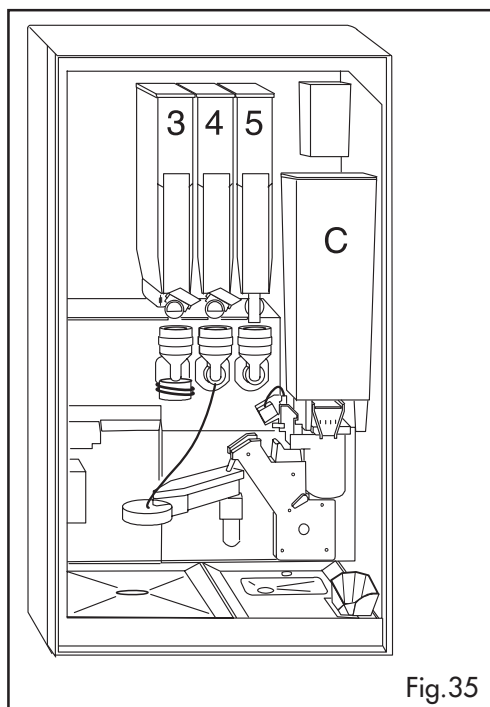

Fig.35
De drankenautomaat "D.A. 10 STANDARD" biedt de mogelijkheid zoals het model "PLUS" dranken te maken zowel met instant-producten als koffiebonen. Er kunnen echter slechts drie soorten instant-producten gebruikt worden in plaats van de vijf soorten die bij het model "PLUS" toegepast kunnen worden. De bakken 1 en 2 zijn niet aanwezig en de bakken ref. 3-4-5-C (fig. 35) blijven bruikbaar.
- Als u de voorkeuzetoets "DECA" ref. 6 (fig. 23) wilt gebruiken om cafeïnevrije koffie te krijgen moet u het instant-product van de cafeïnevrije koffie in de bak ref. 5 (fig. 35) doen zoals beschreven in hfdst. 4.14.